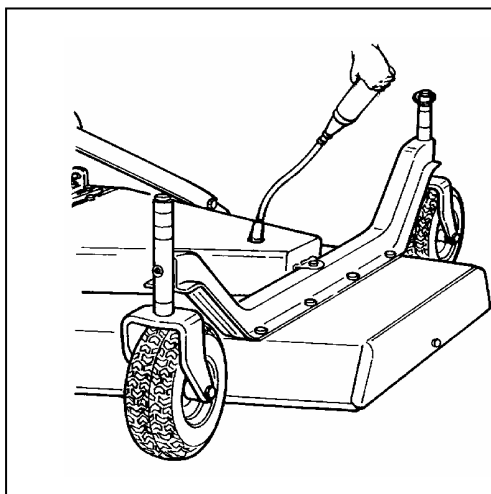

Fig. 9
1. Smörj de tre knivrotorerna med två eller tre salvor av fett (**se fig. 9**). De översta smörjnipplarna är lätt åtkomligt från översidan av klippdäcket efter att plastdammskyddarna är borttagna.